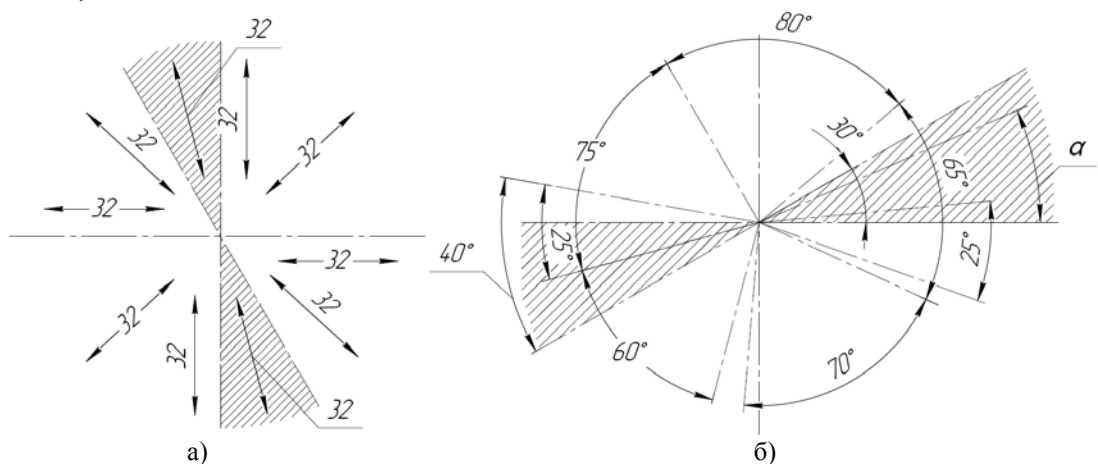

Рис.9.11. Расположение размерных чисел в зависимости а) от угла наклона, б) положения угла.
1. Размерные числа следует наносить над размерной линией параллельно ей и возможно ближе к ее середине. Допускается размерные числа наносить в разрыве размерной линии (рис.9.11.а – горизонтальные размеры); в этом случае размерные числа для угловых размеров можно наносить горизонтально (рис.9.11.б – размеры углов $75^\circ, 60^\circ$).